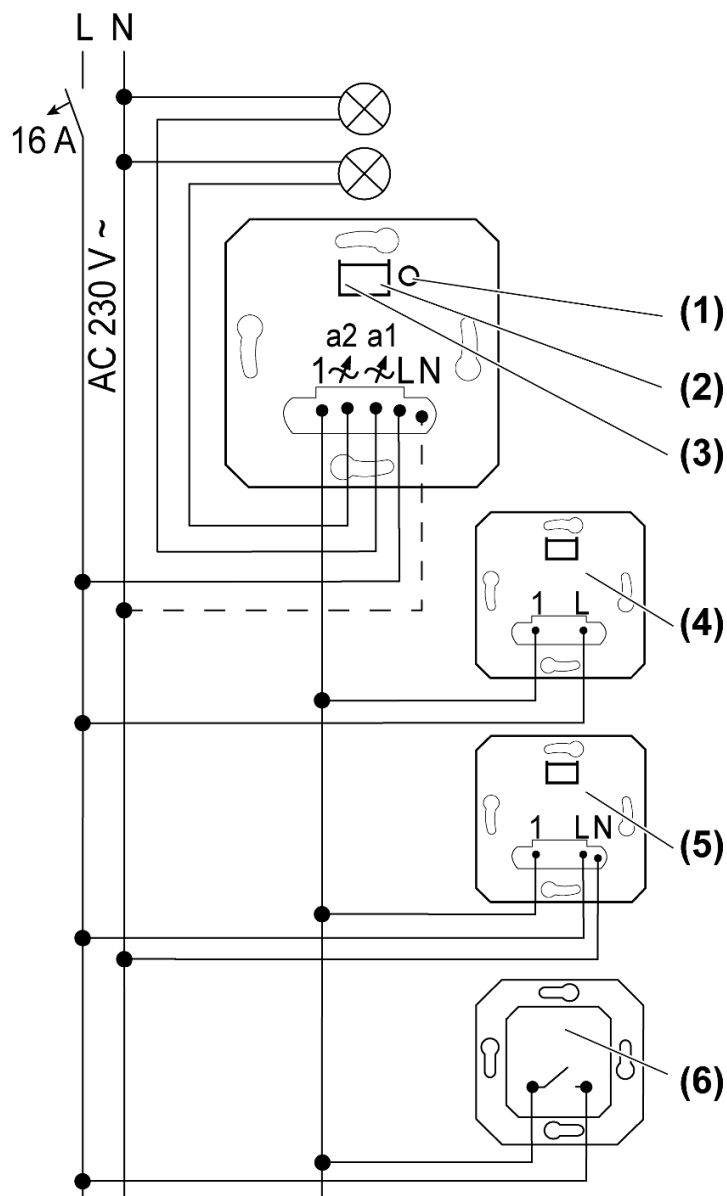

рисунок 1: Схема подключения с опциональными дополнительными узлами
- Нажмите кнопку **Режим диммирования** (1) и удерживайте более 4 секунд до тех пор, пока не загорятся светодиоды (2) и (3) (см. рисунок 1).